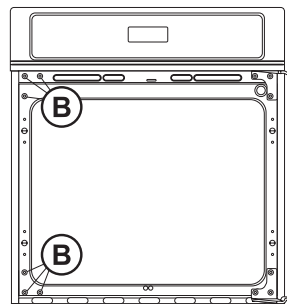

Figura 10
- 6.2.5. Vuelva a colocar los seis (6) tornillos y arandelas que quitó en el paso 1 en el lado izquierdo del bastidor del horno (ver **B**, Figura 10).